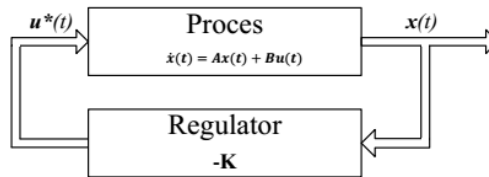
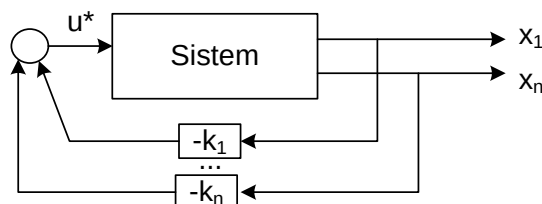

Figura 1. SCHEMA BLOC A SISTEMULUI CU REACȚIE DE LA STARE
Figura 2 SCHEMA BLOC A SISTEMULUI ÎNCHIS
Implementarea unui regulator LQR, într-un sistem cu reacție de la stare este prezentată în Figura 1.
Exemplu: Pentru un sistem cu o singură variabilă de comandă ($m=1$), referință 0 și condiții inițiale nenule, schema bloc de stabilizare a sistemului este prezentată în Figura 2. Dacă sistemul are n variabile de stare, $x(t) = [x_1(t) \dots x_n(t)]^T$, matricea de reacție de la stare K va avea dimensiunea $1 \times n$, și variabila $u^*(t)$ va avea expresia:
- d) Simulați evoluția sistemului cu reacție de la stare din condițiile inițiale alese la punctul a) și cu regulatorul **K** calculat anterior, după schema bloc din Figura 1 sau Figura 2. Reprezentați grafic evoluția stărilor și a comenzii. Simularea poate fi realizată într-una din următoarele variante, sau altele, la alegere: